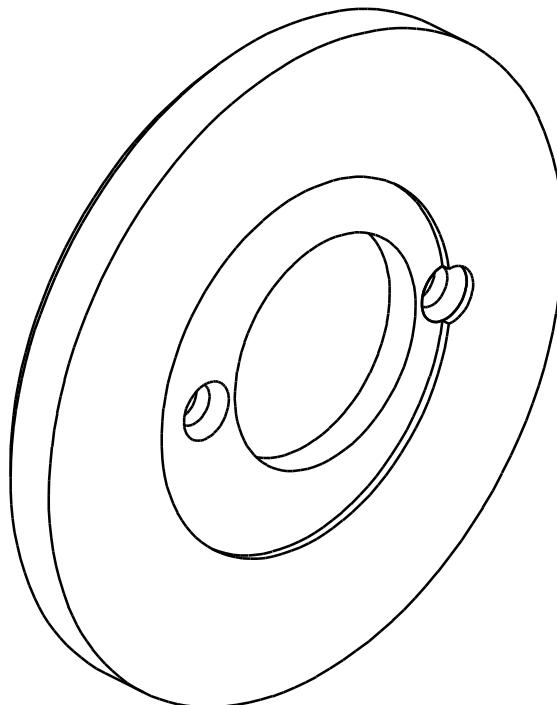

Рис.. 2, Гладкий шлифовальный диск
- Установить шлифовальный шпиндель (см. Рис. 2)